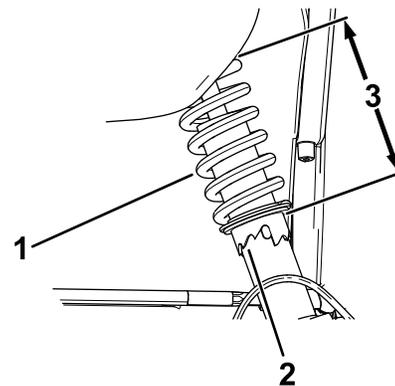

Figura 37
2. Si la caída de la rueda está mal, utilice la llave de gancho para girar el collarín del amortiguador para alinear la rueda (**Figura 37**).